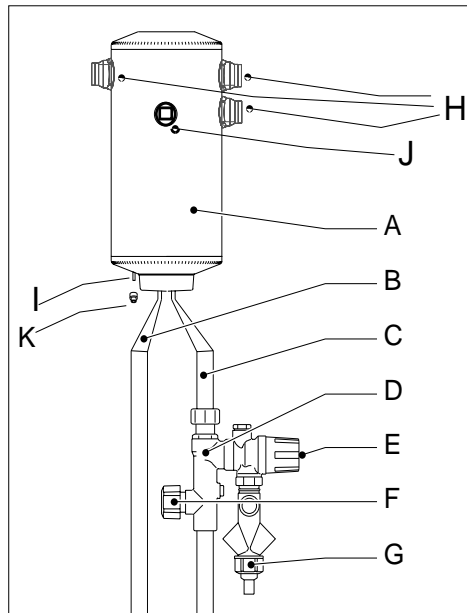

Fig. 2 Principewerking
- Sluit de stopkraan van de inlaatcombinatie (fig.2, pagina 6)
Controleer regelmatig of de ontlastklep (fig. 2) ongehinderd expansiewater uit de warmtepompboiler afvoert. Om kalkafzetting in de ontlastklep te voorkomen, dient u deze regelmatig te bedienen.